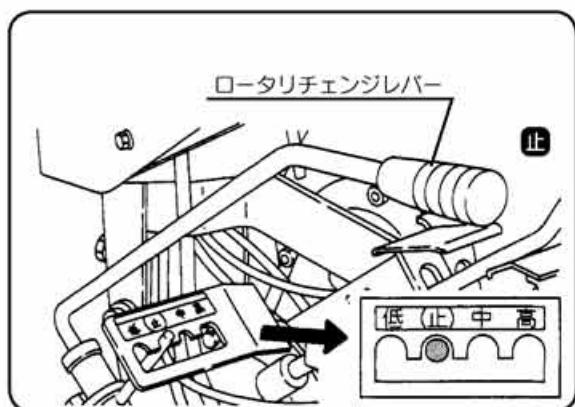

図14
- ③ロータリーチェンジレバーを【止】の位置にします。 (図14)